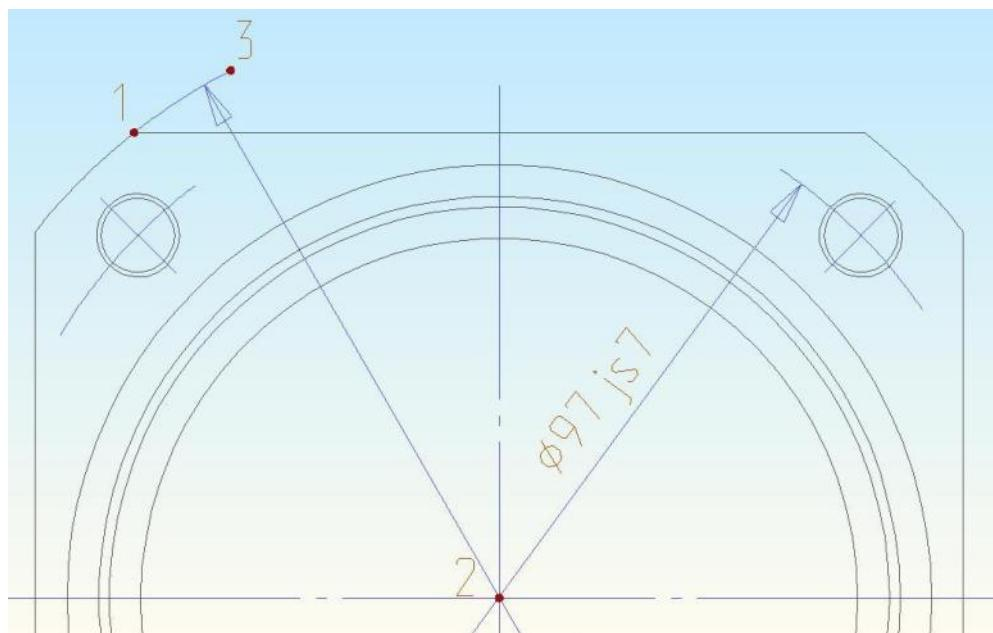

Рисунок 3. Построение дуги
- Подведите курсор к пересечению линий находящихся в точке 1 (рис. 3). И притянитесь курсором к пересечению, одновременно нажав левую и среднюю кнопку мыши или клавишу **C** на клавиатуре.
14. Подведите курсор к пересечению линий находящихся в точке **2** (рис. 3). И притянитесь курсором к пересечению, одновременно нажав левую и среднюю кнопку мыши или клавишу **C** на клавиатуре.
16. Укажите точку **3** (рис. 3). Для смены направления построения дуги нажмите **Tab** на клавиатуре. Нажмите левую кнопку мыши или клавишу **Пробел**.